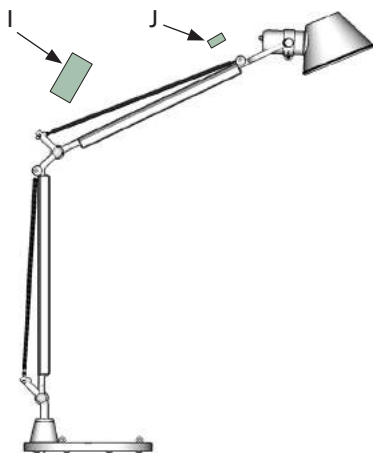

Fig. 6
Conservare le protezioni I e J (fig. 6), necessarie in caso la lampada venga smontata.
Conserver les protections I et J (fig. 6), qui sont nécessaires quand on démonte la lampe.
Keep the covers (I) and (J) (fig. 6), which may be required if the lamp is disassembled.
Die Abdeckungen I und J (Abb. 6) für den Fall aufbewahren, dass die Lampe demontiert wird.
Rimuovere la protezioni I e J (fig. 6).
Retirer les protections I et J (fig. 6).
Remove the covers (I) and (J) (fig. 6).
Die Abdeckungen I und J entfernen (Abb. 6).